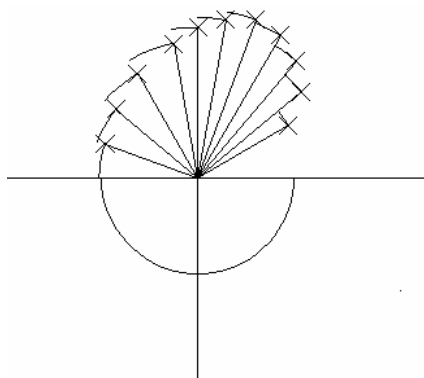

图 7-3-13
STEP 06 用同样的方法，修剪其他弧外的线段，修剪后的效果如图 7-3-13 所示。